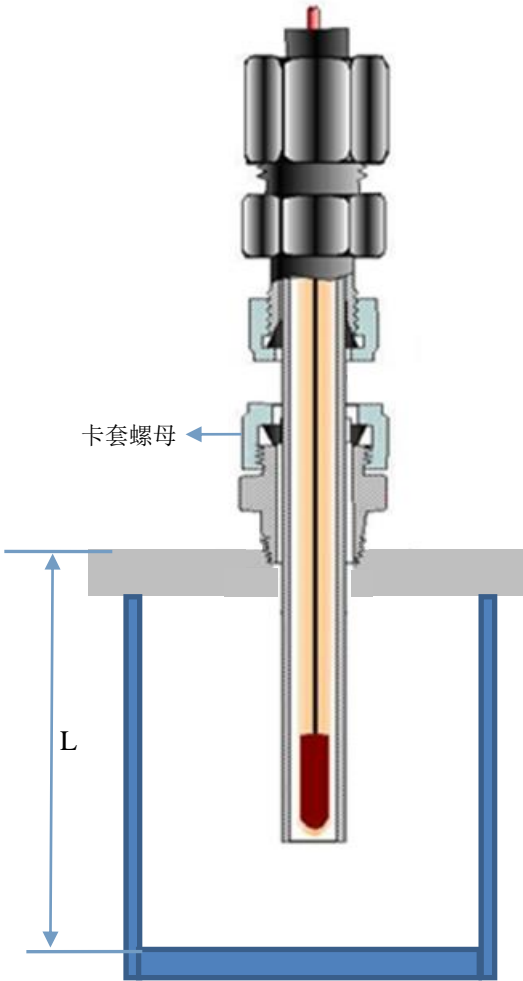

图 1
1、测量高压釜盖顶部至高压釜底部的距离 L ，如图 1 所示